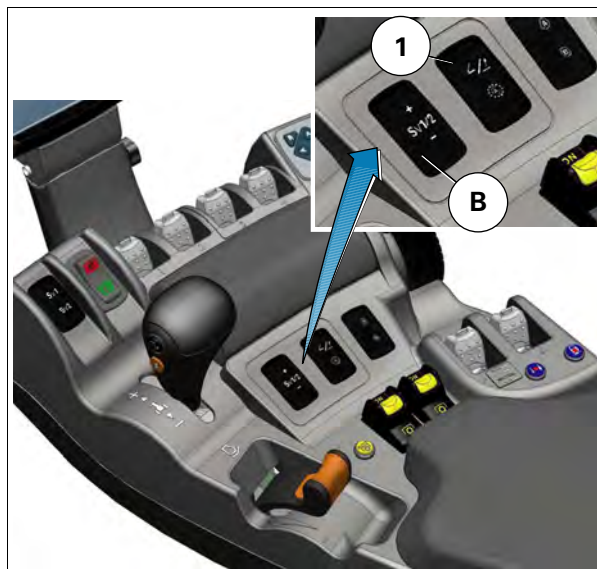

Рис. 14.
Максимальная скорость движения вперед устанавливается с помощью потенциометра SV2 (B) *рис. 14*
- 0 km/h до 50 km/h (1) в диапазоне высоких скоростей (B, "заяц").
Также возможно установить максимальную частоту вращения двигателя от 1400 до 2260 об/мин с помощью переключателя (B) *рис. 14*.